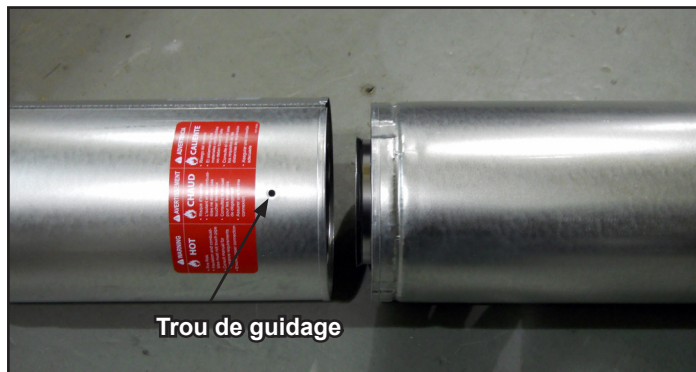

Figure 7.3 Trous de guidage de la section coulissante
- Glisser le tuyau de cheminée interne de la section coulissante dans le tuyau de cheminée interne de la section de conduit et le tuyau de cheminée externe de la section coulissante sur le tuyau de cheminée externe de la section de conduit. Voir la figure 7.3.